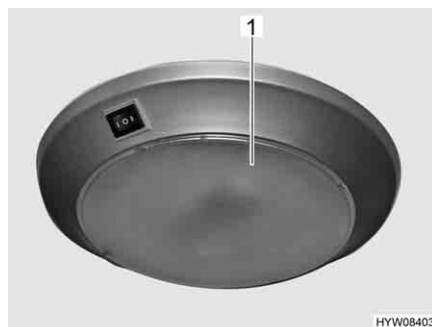

Bild 201 Taklampa
- Haka försiktigt ur plastinsatsen (Bild 201,1) och ta av den.